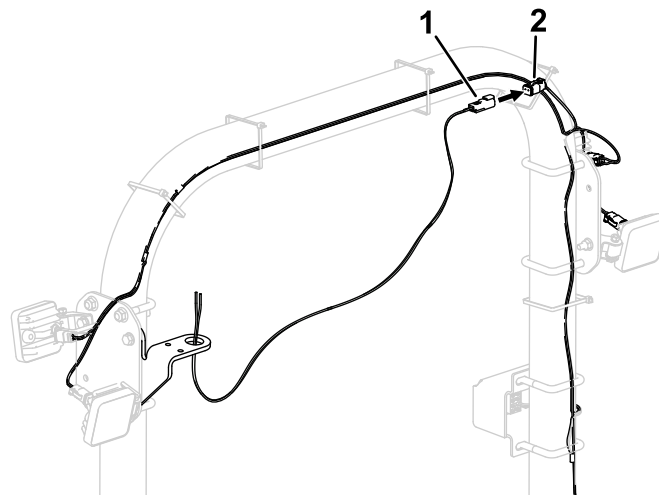

Figur 2
2. Montera varningslampan på fästet och installera varningslampan så som visas i Figur 2.